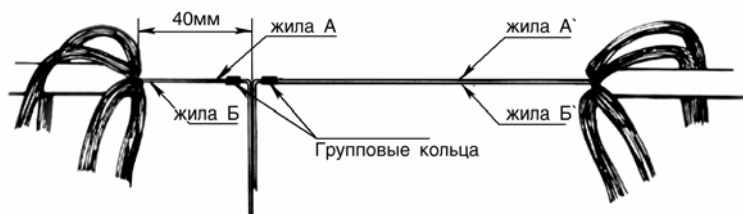

Рис. 5.8. Пары жил с бумажной изоляцией перед сращиванием
5.4.3. Одноименные пары жил натянуть внутри рабочей зоны и изогнуть под прямым углом на расстоянии 40 мм от одного из срезов оболочки. При этом нельзя допускать нарушения изоляции жил в месте сгиба. Жилы следует изгибать плавно, удерживая в месте сгиба большим и указательным пальцами (рис. 5.8).